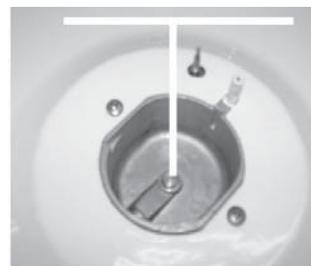

рис. 2
- вставьте шестигранный ключ (7 мм) в основание конфорки (рис. 2)
Шланг подачи воды должен быть подсоединен к крану таким образом, чтобы всегда была возможность его перекрыть, если машина не используется (рис. 1). Шланг подачи воды посудомоечной машины оснащен 3/4" резьбовым соединителем (рис. 2). Шланг подачи воды "А" должен быть плотно прикручен к 3/4" крану "В". Для подключения машины к водопроводу используйте только шланг, входящий в комплект машины.